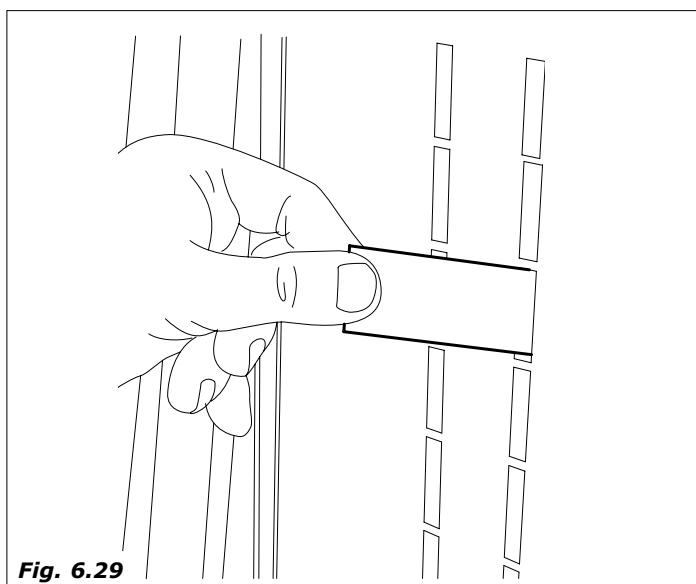

Fig. 6.29
- colocar las etiquetas en el orden indicado y según las opciones del distribuidor (Fig.6.29)